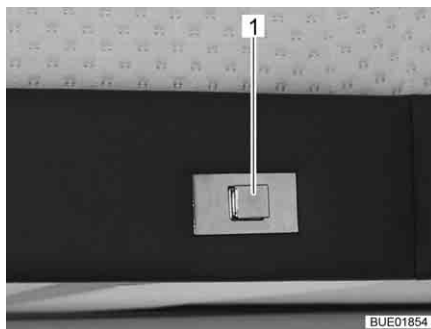
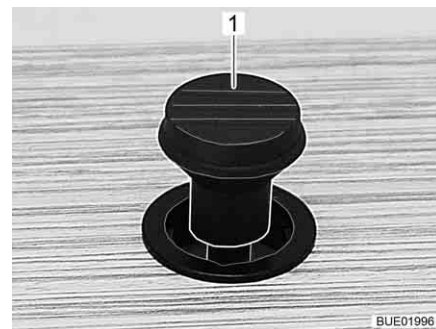

Fig. 80 Bottone di sbloccaggio
Fig. 81 Bottone di sbloccaggio (alternativa)
- Premere e tenere premuto il bottone di sbloccaggio (Fig. 80,1 o Fig. 81,1).